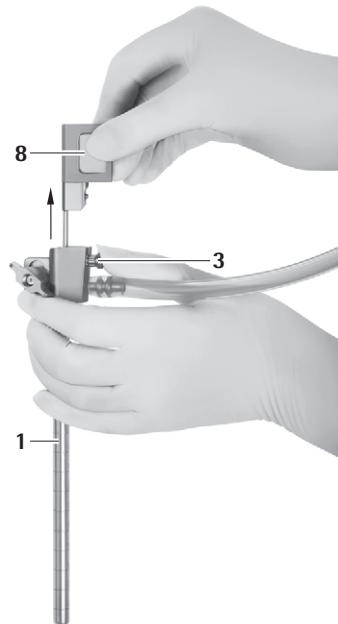

Fig. 10
- ▶ Pulsar el botón de desenclavamiento 3 y extraer con cuidado el obturador para el canal de óptica 8 del trocar MINOP InVent 1, ver Fig. 10.